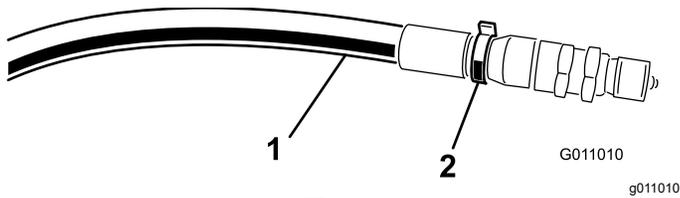

図 15
**注** 高圧側のホースにケーブルタイを巻くなどして印をつけておくと便利です 図 15。